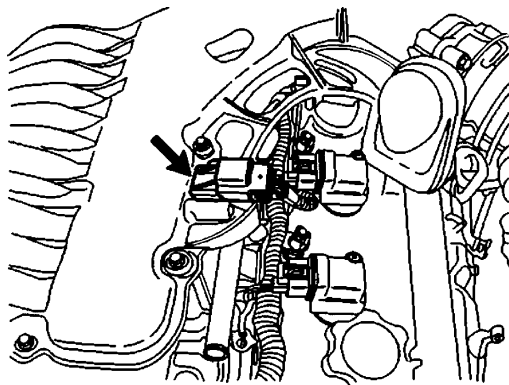

图 16-17 断开进气歧管绝对压力传感器插接器
- 7) 如图 16-17 所示, 断开进气歧管绝对压力传感器插接器。